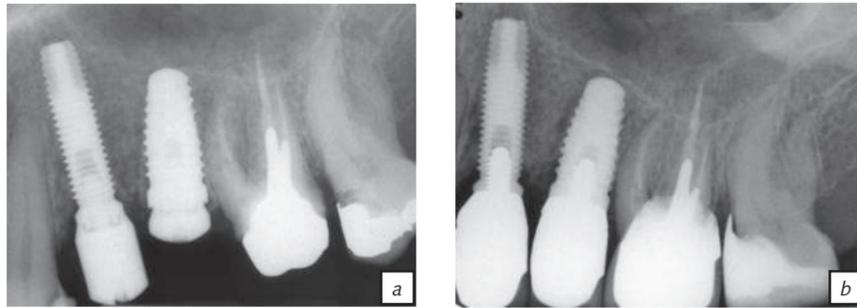

Fig.9. Erreur de communication entre le praticien et le laboratoire dans l'application du platform-switching.
- Les erreurs de communication avec le laboratoire de prothèses (fig.9) sont évitées car le diamètre du pilier correspondant est reconnu grâce au code couleur.